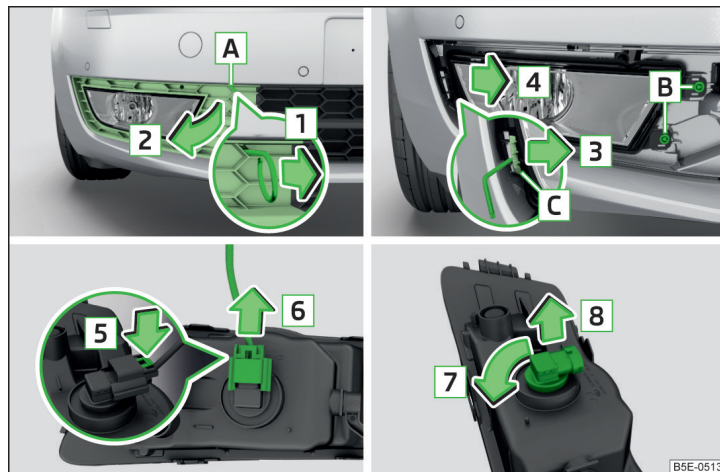

Fig. 247 Démontage du feu antibrouillard/remplacement de l'ampoule - variante 1
- Insérez l'étrier dans l'orifice **A** » fig. 247 pour retirer les enjoliveurs intégraux de roue » page 224, *Outillage de bord*.
- Pour remonter le phare antibrouillard, insérez-le dans le sens de la flèche **4** » fig. 247 et vissez-le à fond.